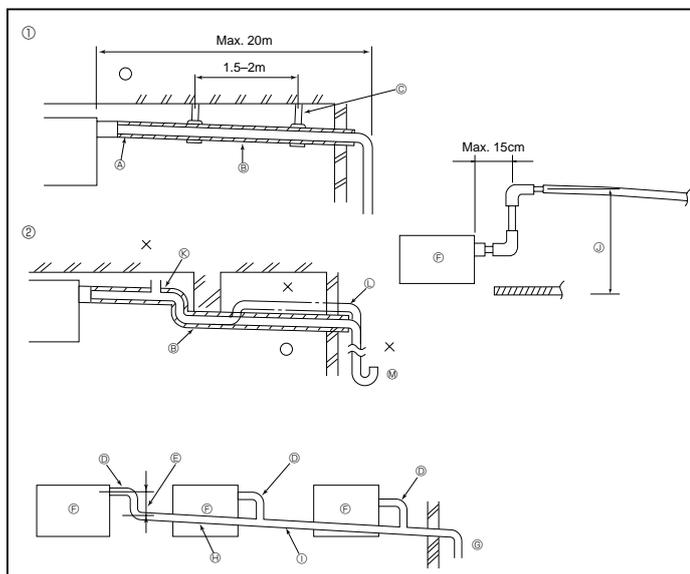

Fig. 3-4
3.4. Installatie van Draineerbuisen (Fig. 3-4)
- ① Juist aangelegde leidingen
- ② Onjuist aangelegde leidingen